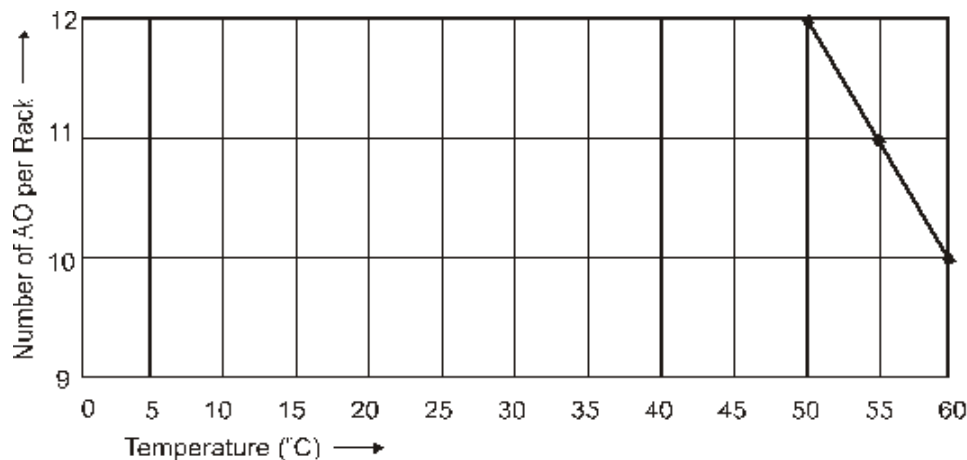

Figure 30 – Déclassement de l'alimentation électrique
3. Limitez le nombre de modules de sortie analogiques à 10 par rack. (Voir Figure 30.)